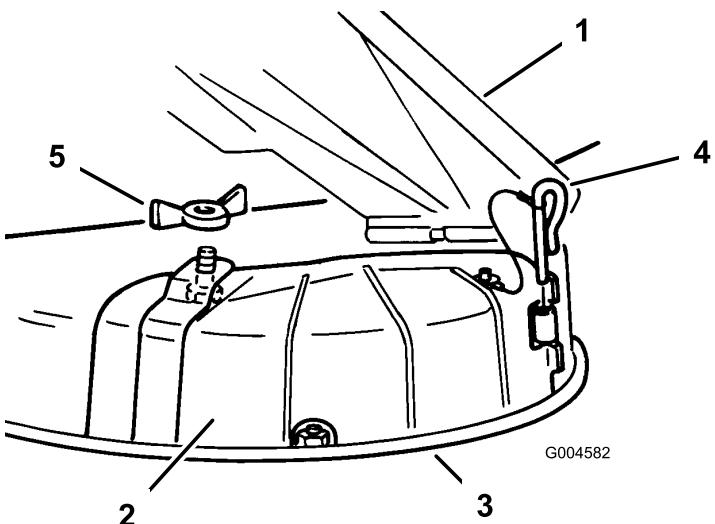

Figura 17
3. Levante el deflector de hierba y coloque la tapa de descarga sobre la abertura, en el borde inferior del cortacésped, e intodúzcala en la bisagra delantera (Figura 17).
4. Coloque el pasador en la bisagra (Figura 17).
5. Fije la tapa de descarga al cortacésped con la tuerca de orejeta (Figura 17).